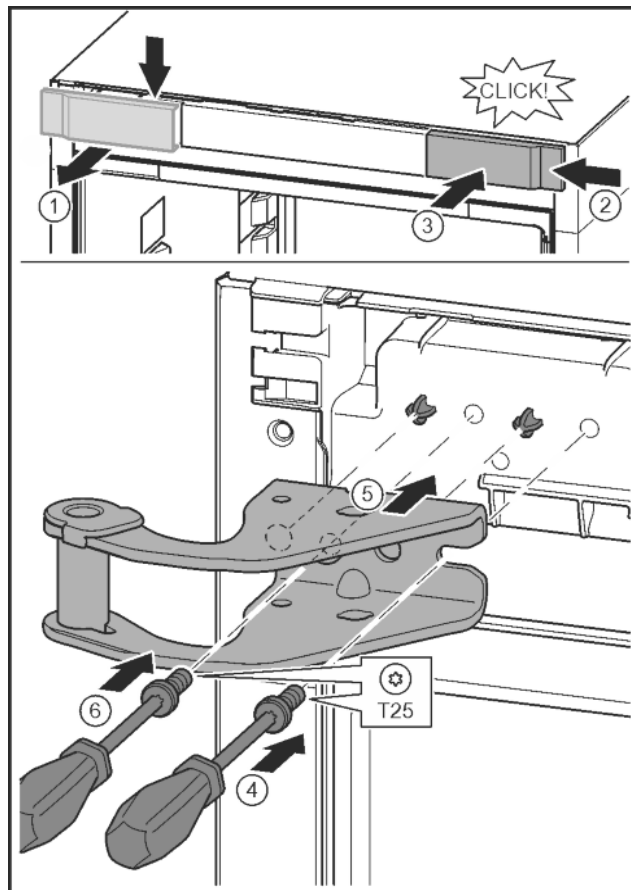

Fig. 10
- ▶ Відпустіть кришку та зніміть збоку. *Fig. 10 (1)*
- ▶ Почепіть кришку, що повернута на 180°, з іншого боку праворуч. *Fig. 10 (2)*
- ▶ Зафіксуйте кришку. *Fig. 10 (3)*
- ▶ Встановіть гвинт за допомогою викрутки T25. *Fig. 10 (4)*
- ▶ Встановіть верхній опорний кронштейн. *Fig. 10 (5)*
- ▶ Закрутіть гвинт. *Fig. 10 (4)*
- ▶ Встановіть та закрутіть гвинт за допомогою викрутки T25. *Fig. 10 (6)*